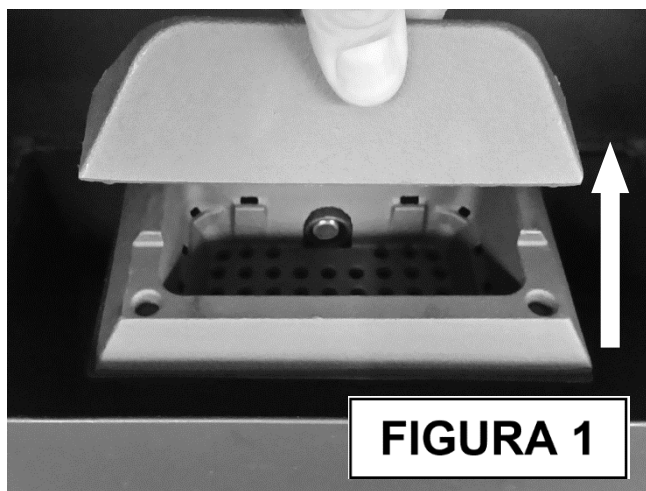

FIGURA 1
E' possibile installare un termostato ambiente aggiuntivo, collegandolo alla scheda come indicato nella Figura 1. Il principio di funzionamento è il seguente:
E' possibile installare, in alternativa al termostato ambiente, un cronotermostato, collegandolo alla scheda come indicato nella Figura 1. Utilizzando questa uscita alla chiusura del contatto del cronotermostato si avvia il ciclo di START, mentre all'apertura dello stesso contatto si avvia il ciclo di OFF. Il regime di funzionamento all'accensione (potenza di combustione - velocità di ventilazione) è il medesimo usato prima dell'ultimo spegnimento dell'apparecchio.
- Controllare che i fori del bruciatore ed il canale di alloggiamento della resistenza siano privi di sedimenti di ogni tipo e natura. Nel caso aspirare e pulire (Figura 1 e 2). Rimuovere, se presenti, eventuali agglomerati di silice; essi indicano una scarsa qualità del combustibile.